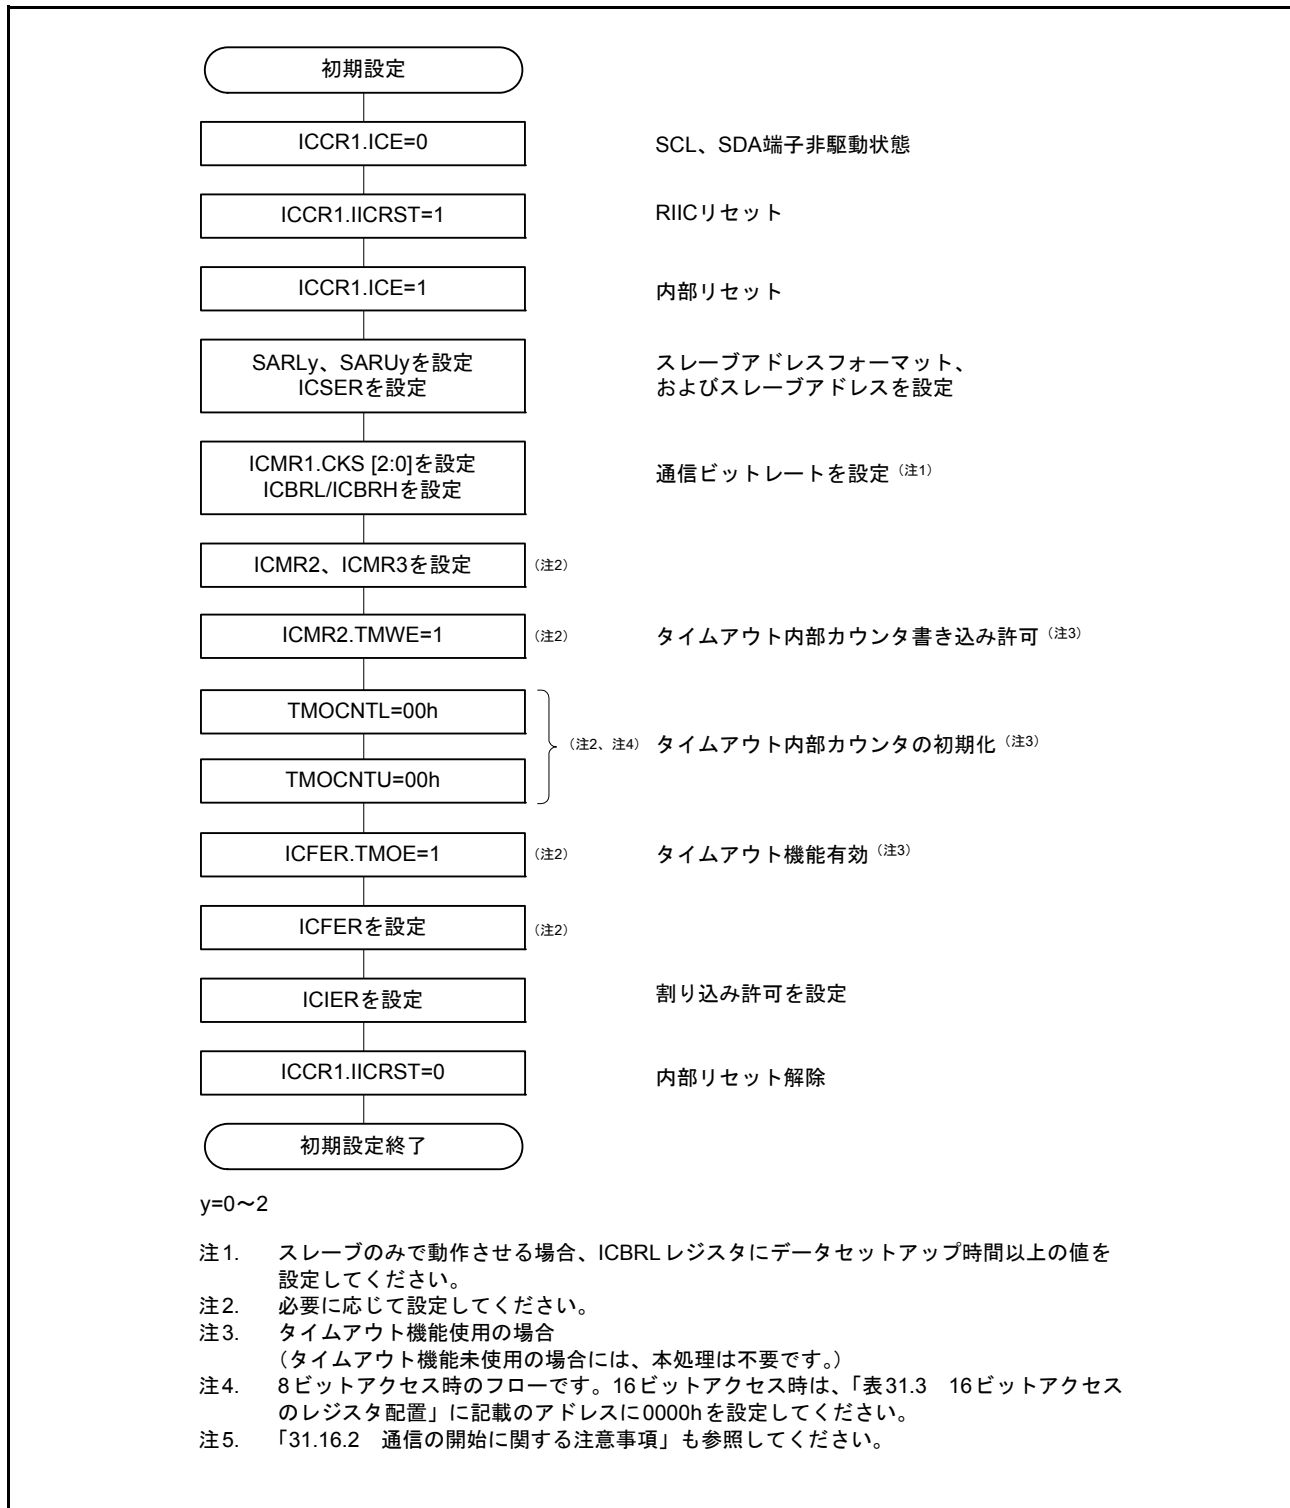

図 31.5 RIIC の初期化フローチャート例
データの送信 / 受信を開始する場合、図 31.5 に示す手順に従って RIIC を初期化してください。
- (1) ICCR1.ICE ビットを“0” (SCLn、SDAn 端子非駆動状態) にしたまま ICCR1.IICRST ビットを“1” (RIIC リセット) にした後、ICCR1.ICE ビットを“1” (内部リセット) にします。これにより ICSR1 レジスタの各フラグや内部状態の初期化を行います。その後、SARLy、SARUy、ICSER、ICMR1、ICBRH、ICBRL レジスタ (y=0 ~ 2) を設定し、その他のレジスタは必要に応じて設定してください (RIIC の初期設定については図 31.5 を参照)。必要なレジスタの設定が終了したら、ICCR1.IICRST ビットを“0” (リセット解除) にしてください。すでに RIIC の初期化が完了している場合、この手順は不要です。
- (2) ICCR2.BBSY フラグを読んでバスが解放状態であることを確認した後、ICCR2.ST ビットに“1”を書きます (スタートコンディション発行要求)。RIIC はスタートコンディション発行要求を受け付けると、スタートコンディションを発行します。RIIC はスタートコンディションを検出すると BBSY フラグ、ICSR2.START フラグを自動的に“1”にし、ST ビットを自動的に“0”にします。このとき ST ビットが“1”の状態で自分が出した SDA 信号と SDAn ラインの状態がずれることなくスタートコンディションを検出した場合、RIIC は ST ビットによるスタートコンディション発行が正しく行われたと認識し、ICCR2.MST、TRS ビットを自動的に“1”にしてマスタ送信モードになります。また ICSR2.TDRE は、TRS ビット=1 により自動的に“1”になります。
- (3) ICSR2.TDRE フラグが“1”であることを確認した後、ICDRT レジスタに送信データ (スレーブアドレスと R/W# ビット) を書いてください。ICDRT レジスタに送信データを書くと TDRE フラグは自動的に“0”になり、ICDRT レジスタから ICDRS レジスタにデータが転送されて、再び TDRE フラグが“1”になります。R/W# ビットを含むスレーブアドレスの送信が完了すると、送信された R/W# ビットにより自動的に TRS ビットが変更され送信モード/受信モードが選択されます。RIIC は R/W# ビット=0 を受信すると、引き続きマスタ送信モードの状態を継続します。
- (2) ICCR2.BBSY フラグを読んでバスが解放状態であることを確認した後、ICCR2.ST ビットに“1”を書きます (スタートコンディション発行要求)。RIIC はスタートコンディション発行要求を受け付けると、スタートコンディションを発行します。RIIC はスタートコンディションを検出すると BBSY フラグ、ICSR2.START フラグを自動的に“1”にし、ST ビットを自動的に“0”にします。このとき ST ビットが“1”の状態でも自分が出した SDA 信号と SDAn ラインの状態がずれることなくスタートコンディションを検出した場合、RIIC は ST ビットによるスタートコンディション発行が正しく行われたと認識し、ICCR2.MST、TRS ビットを自動的に“1”にしてマスタ送信モードになります。また ICSR2.TDRE フラグは、TRS ビット=1 により自動的に“1”になります。
- (3) ICSR2.TDRE フラグが“1”であることを確認した後、ICDRT レジスタに送信データ (スレーブアドレスと R/W# ビット) を書いてください。ICDRT レジスタに送信データを書くと TDRE フラグは自動的に“0”になり、ICDRT レジスタから ICDRS レジスタにデータが転送されて、再び TDRE フラグが“1”になります。R/W# ビットを含むスレーブアドレスの送信が完了すると、送信された R/W# ビットにより自動的に ICCR2.TRS ビットが変更され送信モード/受信モードが選択されます。RIIC は R/W# ビット=1 を受信すると、9 クロック目の立ち上がりで TRS ビットを“0”にしてマスタ受信モードに移行します。このとき TDRE フラグは“0”に、ICSR2.RDRF フラグは自動的に“1”になります。このとき ICSR2.NACKF フラグが“1”なら、スレーブデバイスが認識されていないか、あるいは通信不良が発生しているかですので、ストップコンディションを発行してください。ストップコンディションの発行は ICCR2.SP ビットに“1”を書くことで行えます。
- (1) 図 31.5 に示す手順で RIIC を初期設定してください。すでに RIIC の初期化が完了している場合、この手順は不要です。初期設定完了後、RIIC はスレーブアドレスが一致するまで待機状態となります。
- (2) RIIC はスレーブアドレスが一致した場合、SCL クロックの 9 クロック目の立ち上がりで該当する ICSR1.HOA, GCA, AASy ビット (y=0 ~ 2) のいずれかを “1” にし、SCL クロックの 9 クロック目のアクノリッジビットに ICMR3.ACKBT ビットに設定した値を返信します。このとき受信した R/W# ビットが “1” のとき、ICCR2.TRS ビットおよび ICSR2.TDRE フラグを “1” にし、自動的にスレーブ送信モードに切り替わります。
- (3) ICSR2.TDRE フラグが “1” であることを確認した後、ICDRT レジスタに送信データを書いてください。このとき、ICFER.NACKF ビットが “1” の状態でマスタデバイスからアクノリッジがなかった (NACK を受信した) 場合、RIIC は次の通信動作を中断します。
- (4) ICSR2.NACKF フラグが “1” になるか、または最終送信データを ICDRT レジスタに書いた後、ICSR2.TDRE フラグが “1” の状態で、ICSR2.TEND フラグが “1” になるまで待ってください。ICSR2.NACKF フラグが “1” または TEND フラグが “1” の場合、RIIC は 9 クロック目の立ち下がり以降 SCLn ラインを Low にホールドします。
- (5) ICSR2.NACKF フラグが “1” または ICSR2.TEND フラグが “1” の場合、終了処理のため ICDRR レジスタをダミーで読んでください。これにより SCLn ラインを開放します。
- (6) RIIC はストップコンディションを検出すると、ICSR1.HOA, GCA, AASy ビット (y=0 ~ 2)、ICSR2.TDRE, TEND フラグ、ICCR2.TRS ビットを自動的に “0” にし、スレーブ受信モードに移行します。
- (7) ICSR2.STOP フラグが “1” であることを確認した後、次通信のために ICSR2.NACKF, STOP フラグを “0” にしてください。
- (2) RIIC はスレーブアドレスが一致した場合、RIIC は SCL クロックの 9 クロック目の立ち上がりで該当する ICSR1.HOA, GCA, AASy ビット (y=0 ~ 2) のいずれかを“1”にし、SCL クロックの 9 クロック目のアクノリッジビットに ICMR3.ACKBT ビットに設定した値を返信します。このとき受信した R/W# ビットが“0”なら、スレーブ受信モードの状態を継続し、ICSR2.RDRF フラグを“1”にします。
- (3) ICSR2.STOP フラグが“0”で、かつ ICSR2.RDRF フラグが“1”であることを確認したら、最初の 1 回目は ICDRR レジスタをダミーで読んでください (なお、ダミーで読んだ受信データは 7 ビットアドレスフォーマット時にスレーブアドレス + R/W# ビット、10 ビットアドレスフォーマット時は下位 8 ビットアドレスになります)。
- (4) ICDRR レジスタを読むと RIIC は ICSR2.RDRF フラグを自動的に“0”にします。なお、ICDRR レジスタの読み出しが遅れて、RDRF フラグが“1”になった状態で次のデータを受信すると、RIIC は RDRF フラグが“1”になるタイミングの 1 つ手前の SCL クロック立ち下がりで SCLn ラインを Low にホールドします。この Low ホールドは ICDRR レジスタを読むことで解除され RIIC は SCLn ラインを開放します。ICSR2.STOP フラグが“1”で、かつ ICSR2.RDRF フラグが“1”の場合、または全データ受信が完了するタイミングで ICDRR レジスタを読んでください。
- (5) RIIC はストップコンディションを検出すると、ICSR1.HOA, GCA, AASy ビット (y=0 ~ 2) を自動的に“0”にします。
- (6) ICSR2.STOP フラグが“1”であることを確認した後、次通信のために ICSR2.STOP フラグを“0”にしてください。